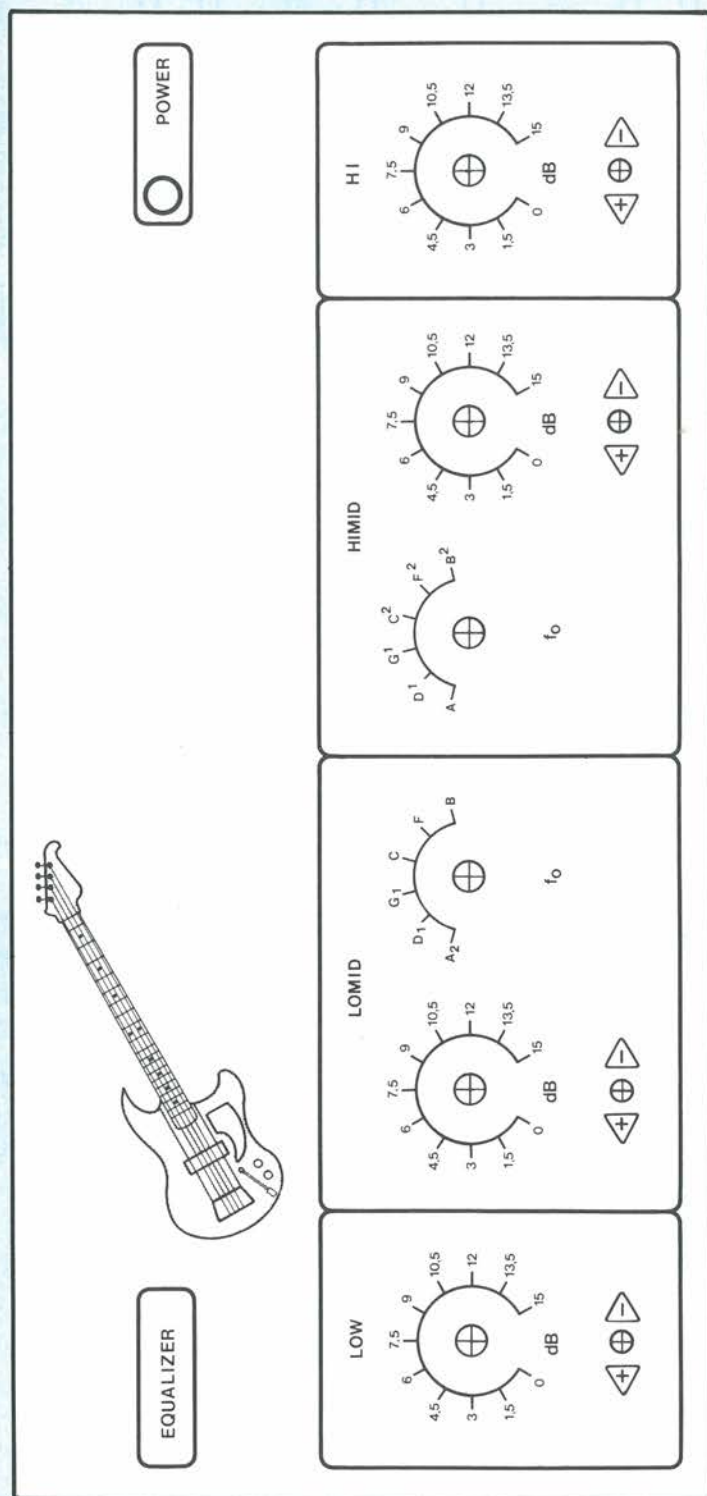

Figura 2. Disposizione suggerita per il pannello anteriore.
* Gli intervalli tra le frequenze centrali dei filtri a variabile di stato sono suddivisi in quarti. Il filtro LOMID funziona più o meno nella banda delle frequenze fondamentali, mentre il filtro HIMID copre la banda che va dalle frequenze fondamentali più elevate fino a buona parte delle armoniche. È di conseguenza possibile calibrare secondo le note musicali le rispettive scale sul pannello frontale (vedi la Figura 2 e le Tabelle 2 e 3).